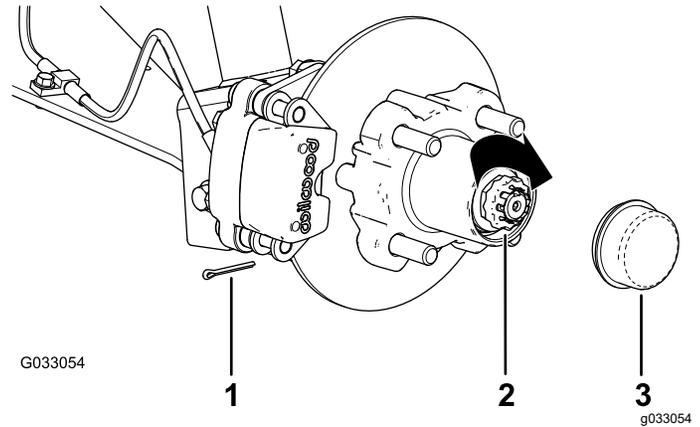

Bild 28
8. Befestigen Sie den Halter über der Mutter und prüfen Sie die Ausfluchtung des Schlitzes im Halter und dem Loch in der Spindel für den Splint (**Bild 28**).
9. Setzen Sie den Splint ein und biegen Sie jeden Abschnitt um den Halter (**Bild 28**).
10. Setzen Sie den Staubdeckel auf die Radnabe (**Bild 28**).